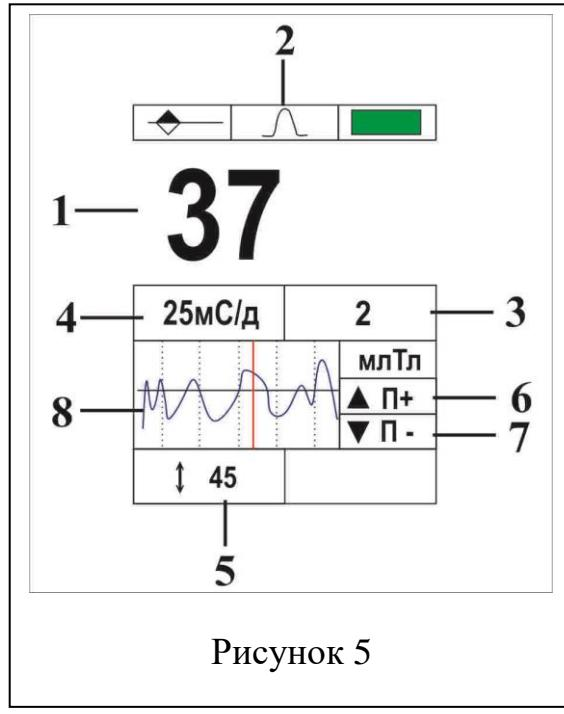

Рисунок 5
**Примечание -** В режиме измерения импульсного поля есть возможность изменять порог срабатывания триггера. Порог можно увеличивать / уменьшать при нажатии кнопок «ВНИЗ» / «ВВЕРХ» и отображается на дисплее (рисунок 5, обозначение 3).
10.6.4 В режиме измерения импульсного магнитного поля предусмотрена возможность изменения горизонтального масштаба, текущий масштаб отображается на дисплее (рисунок 5, обозначение 4).